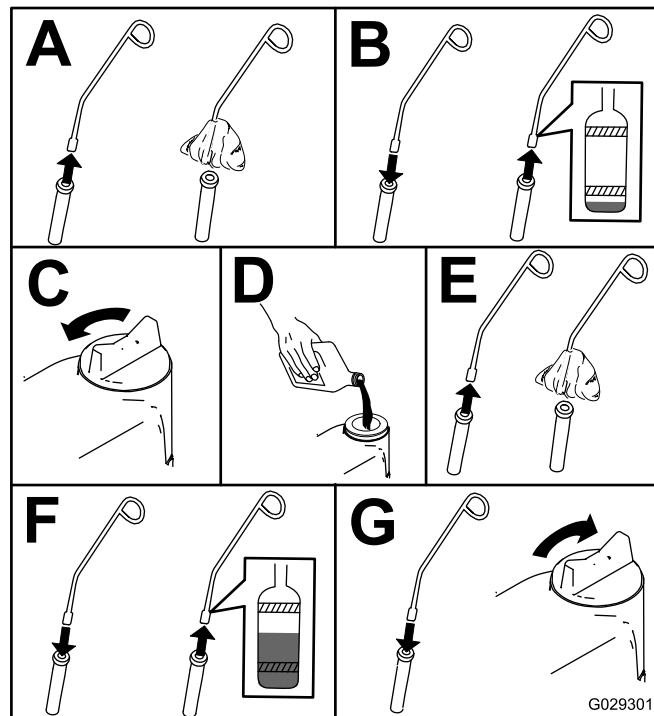

図 46
5. オイルの量を確認し、足りなければ補給する（図 46）。